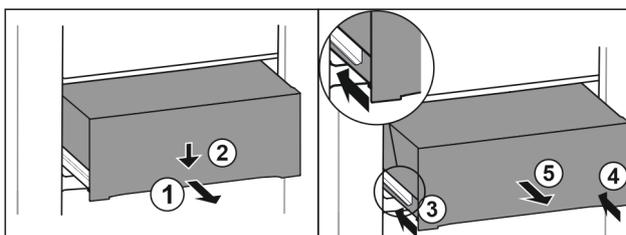

Fig. 123
- ▶ Schubfach halb herausziehen. Fig. 123 (1)
- ▶ Schubfach an der Vorderseite nach unten drücken. Fig. 123 (2)
- ▶ Linke Schiene etwa 2 cm einschieben. Fig. 123 (3)
- ▶ Rechte Schiene etwa 2 cm einschieben. Fig. 123 (4)
- ▶ Schubfach nach vorne entnehmen. Fig. 123 (5)